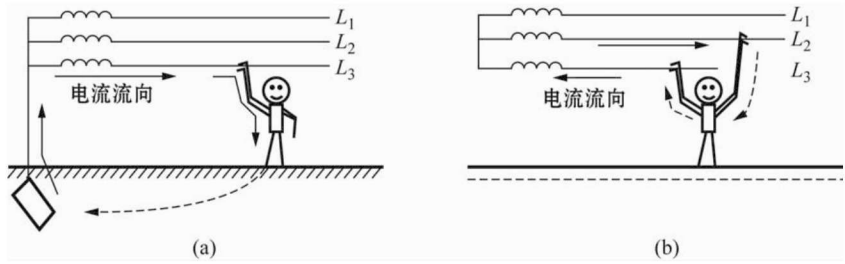

图 1-2-1 低压触电常见类型
(1) 低压触电。对于低压触电,常见的触电类型有单相触电和两相触电。
① 单相触电。人体的某一部位碰到相线或绝缘性能不好的电气设备外壳时,电流由相线经人体流入大地的触电现象,称为单相触电,也称单线触电。这是最常见的触电方式,如人站在地上手接触绝缘破损的家用电器造成的触电,如图 1-2-1(a)所示。
② 两相触电。人体的不同部位分别接触到同一电源的两根不同相位的相线,电流由一根相线经人体流到另一根相线的触电现象,称为两相触电,也称双线触电。这是最危险的触电方式,如电工在工作时双手分别接触两根电线造成的触电,如图 1-2-1(b)所示。所以电工在一般情况下不允许带电作业。